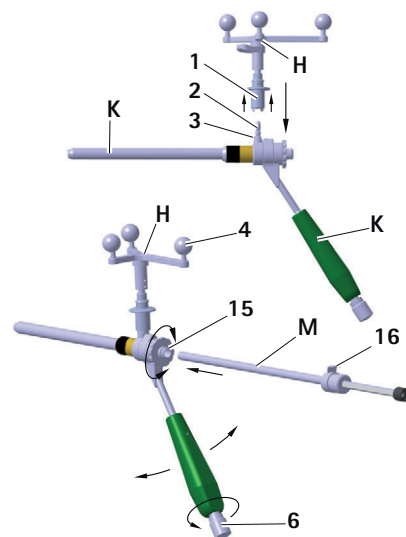

Fig. 13 Montera Aesculap-stjärnenheten på S⁴C-styrhylsan och för in den i S⁴C-borriggen.
- För att säkerställa att kameran har fri sikt över de reflekterande markeringssfärerna: lossa vredet 6 på S⁴C-handtaget på S⁴C-styrhylsan K och rotera Aesculap-stjärnenheten H till önskad position, se Fig. 13.
- Trä den inre borrhysan **M** på innerhysan **15**. Den inre borrhysan griper tag i innerhysan och kan fortfarande roteras, se Fig. 13.